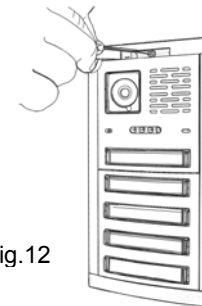

Fig.12
2.11CHIUDERE LA PULSANTIERA AVVITANDO LA VITE SUPERIORE (fig.12 pag. 18).